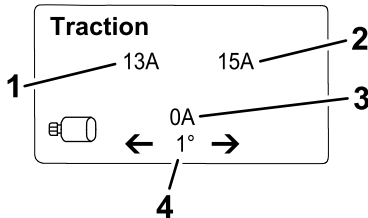

Figura 21
- Schermata delle informazioni sulla trazione (Figura 21): mostra l'angolo di sterzata corrente e l'ampérage assegnato a ciascun motore di trazione.